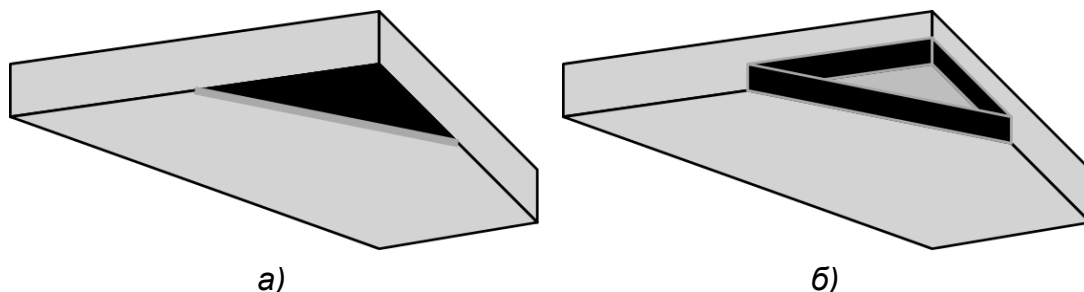

Рис. 3. Варианты оформления пункта эвакуации: а) – первый уровень, б) – второй уровень.
1. первый уровень: пункт эвакуации представляет собой чёрный треугольник с барьером высотой 5 мм вдоль стороны, не касающейся стен (см. рис. 3а);
2. второй уровень: треугольная область, являющаяся пунктом эвакуации, ограничивается по периметру стенами чёрного цвета высотой не менее 6 см (см. рис. 3б).